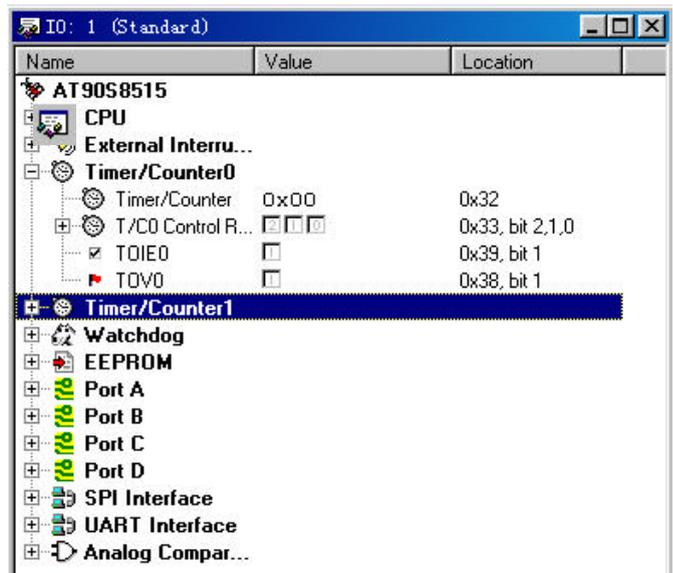

图 3.17 外设窗口
(1) 8 位定时器 / 计数器窗口（或 16 位定时器 / 计数器）：8 位定时器 / 计数器窗口显示 8 位定时器 / 计数器 0 的所有重要信息。当从快捷菜单中选择 8 位定时器 / 计数器时，定时器 / 计数器窗口出现在屏幕上，如图 3.17 所示。定时器 / 计数器框给出 8 位定时器 / 计数器的值，初值框给人相应的初值，0 通常指出定时器 / 计数器是关闭的。初值必须在 0~7 之间选择。溢出标志控制框在溢出标志位为 1 时复选，在溢出标志位为 0 时空。溢出中断框根据允许或屏蔽溢出中断而复选或空。当执行停止后，所有的值都可以被用户改变。
(2) 端口窗口: 端口窗口显示通常与一个端口联系的三个不同 I/O 寄存器。相应的端口窗口就会出现如图 3.17 所示。端口窗口以十六进制值和一位值显示 I/O 区域的端口的设置, 引脚和直接数据寄存器的值。当执行停止后, 寄存器的值都可以被改变。
(3) E2PROM 寄存器, 图 3.17 所示的窗口就会出现。AVR Studio 知道在执行对象上有多少 E2PROM 存储器可用, 因此如果需要, 地址框中包含地址的高位和低位。